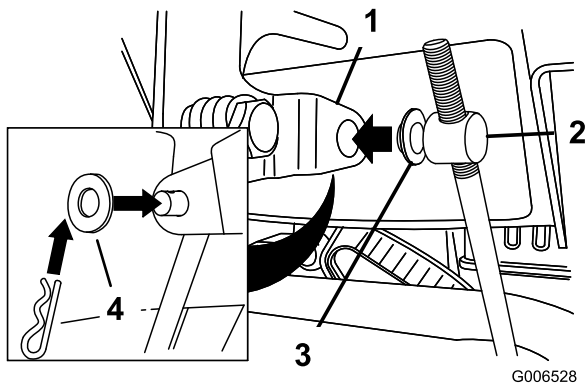

Figure 12
3. Retirez la goupille fendue et la rondelle extérieure du tourillon à l'extrémité supérieure de la tige de commande de vitesse (Figure 12).
Remarque: Pour faciliter l'installation, laissez la rondelle plate sur le tourillon (Figure 12).
6. Soulevez la tige de commande de vitesse et insérez le tourillon dans le trou du levier sélecteur de vitesses (Figure 12).
- B. Retirez le tourillon du sélecteur de vitesses (Figure 12).
- C. Tournez le tourillon vers le bas (sens horaire) sur la tige de commande de vitesse (Figure 12).
- D. Remettez le tourillon sur le sélecteur de vitesses (Figure 12).